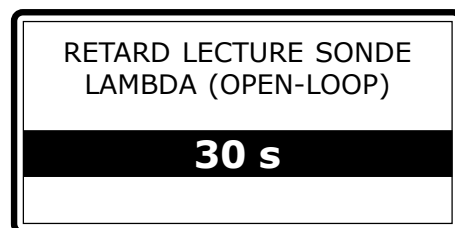

Fig. 29
- à partir du moment où le moteur est mis en marche, vérifier combien de temps la tension met pour passer de fixe à 0,8 V à oscillante entre 0,2 V et 0,8 V. C'est le temps qui devra être introduit dans le "**RETARD LECTURE SONDE LAMBDA**" (Fig. 29) augmenté de quelques secondes.